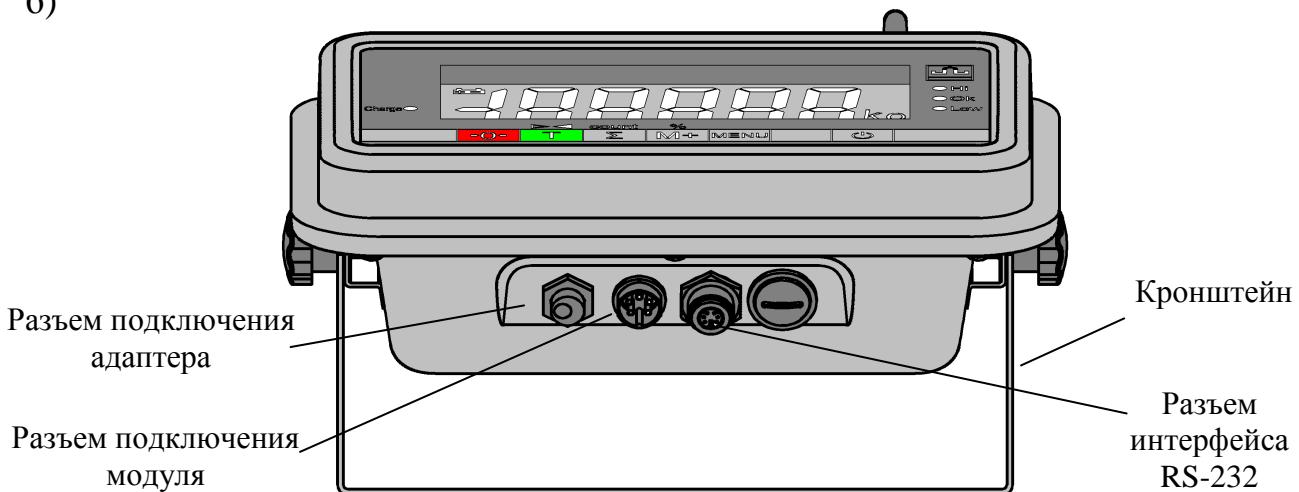

Рис. 3.2 - Терминал АВ/4Д (АВ.В/4Д)
4.1.2.3 Включить терминал (расположение выключателей см. на Рис. 3.1, Рис. 3.2).
- выключить терминал (расположение выключателей см. на Рис. 3.1, Рис. 3.2).